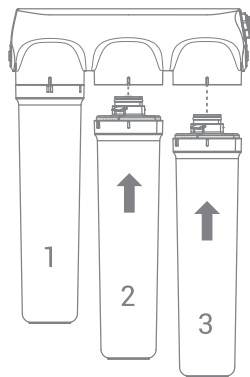

Рис. 5
2. Установите картриджи в соответствии с нумерацией ступеней фильтра (рис. 5).